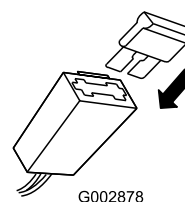

Figura 11
2. Instale el fusible en el portafusibles (Figura 11).